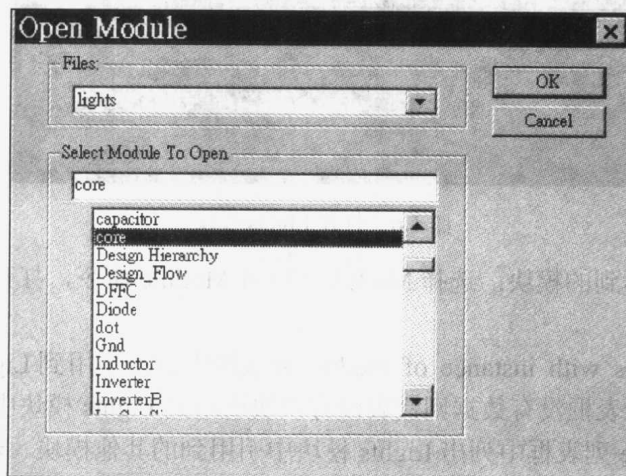

图 1.9 打开 core 模块
(5) 打开 core 模块: 选择 Module→Open 命令, 打开 Open Module 对话框, 在 Select Module To Open 列表框中选择 core 选项, 如图 1.9 所示, 再单击 OK 按钮。